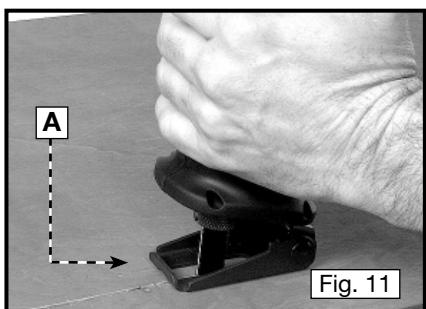

Fig. 11
La semelle (A) Fig. 11, sert de support durant la coupe. Elle pivote de sorte que la scie peut être levée progressivement à une position perpendiculaire par rapport à l'ouvrage alors que la scie est déplacée vers l'opérateur.